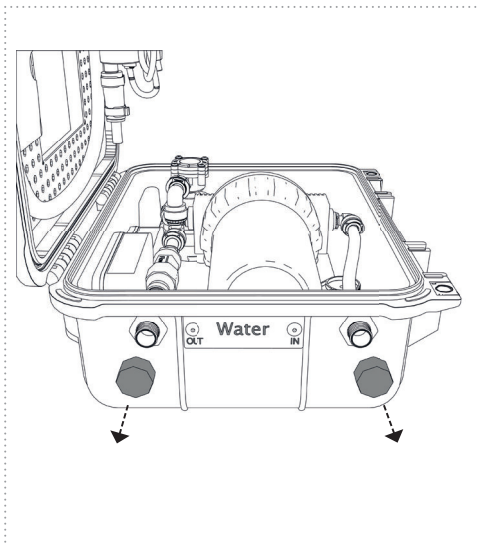

Figure 5
2. Retirez les bouchons de fermeture (Fig. 5)